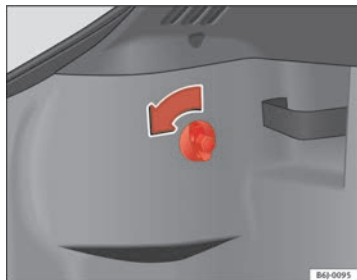

Fig. 144 Accesso ai fanali posteriori
- Ruotare la vite nel senso della freccia con la mano o aiutandosi con un cacciavite ⇒ fig. 144.
- Togliere il connettore dall'alloggiamento (A) ⇒ fig. 144. ►